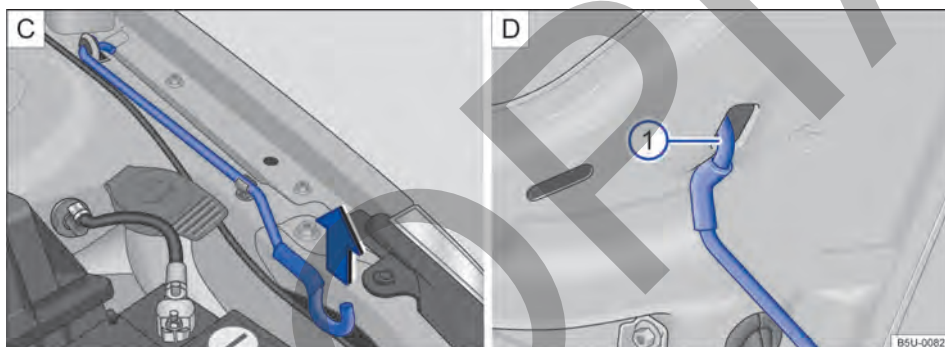

Fig. 165 C) Varilla de sujeción de la tapa del compartimento del motor. D) Tapa del compartimento del motor apoyada en la varilla de sujeción.
- Retirar la varilla de sujeción del soporte en el sentido de la flecha → fig. 165 C) y colocarla en la abertura de la tapa del compartimento del motor → fig. 165 ① D).
- Retirar la varilla de sujeción del orificio → fig. 165 ① D) y encajarla en el soporte del cierre → fig. 165 C).